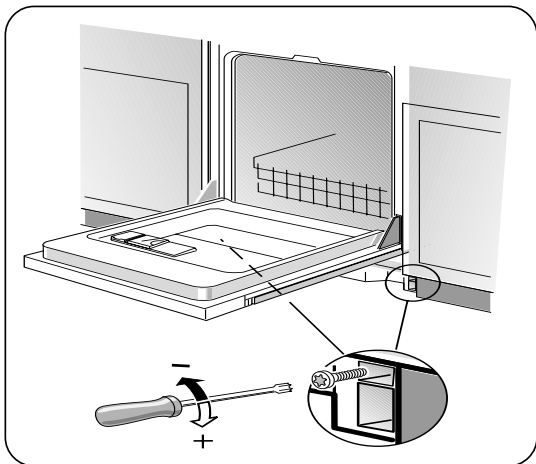

Figure 29/Ilus. 29
- 2) Insert the screws as shown in Figure 29. Turning the screw clockwise increases the spring tension. Turning the screws counter-clockwise decreases the spring tension.
- 2) Insérer les vis comme à la figure 29. Tourner dans le sens horaire pour augmenter la tension ou dans le sens contre horaire pour diminuer la tension.
- 2) Introduzca los tornillos como muestra la Ilustración 29. Dele vuelta al tornillo en el sentido del reloj para aumentar la tensión del resorte. Al girar el tornillo contrario al reloj, la tensión del resorte se reduce.